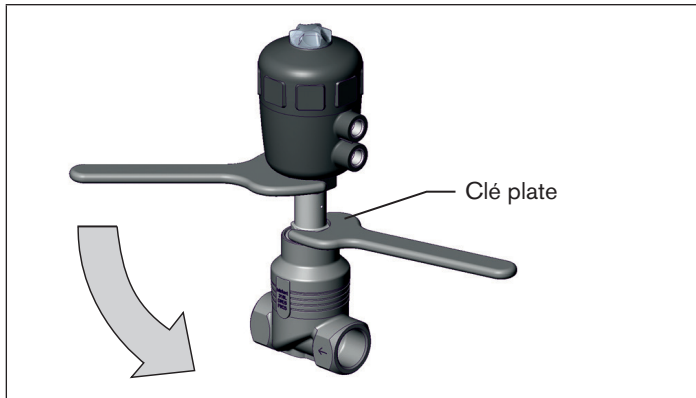

Fig. 20: Tourner avec une clé plate
- ▶ Tournez l'actionneur **uniquement dans le sens prescrit** (voir « Fig. 20 »).